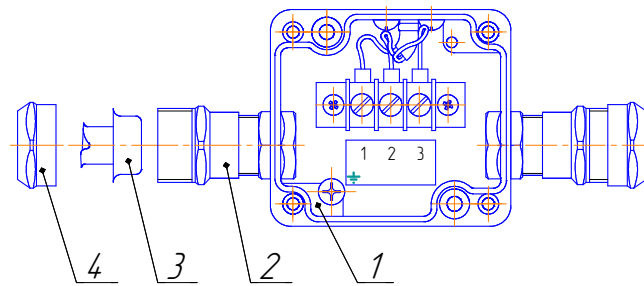

Рисунок2. Клеммная коробка со снятой крышкой.
– Вскрыть крышку клеммной коробки (см. рис.2);